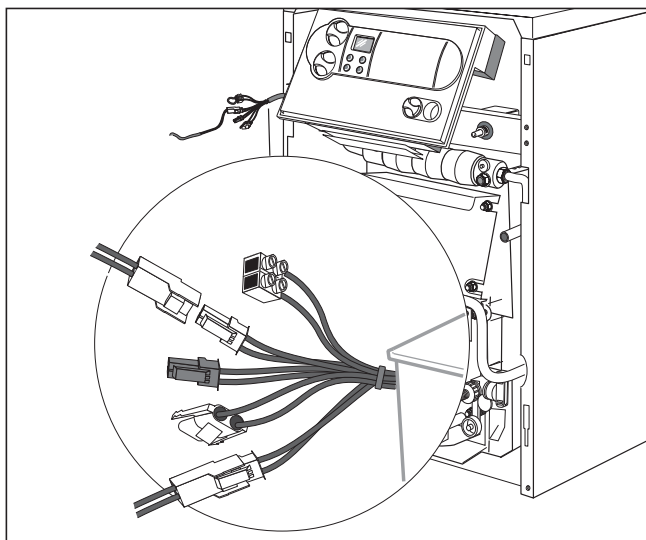

Рис. 4.6 Подключение датчиков
- Подключите беспотенциальные контакты предохранительного устройства по недостатку воды к штекеру "прикладываемый термостат" системы Pro E, а контакты дымовой заслонки (принадлежность) к дополнительному блоку (расположение клемм представлено на рис. 4.6).